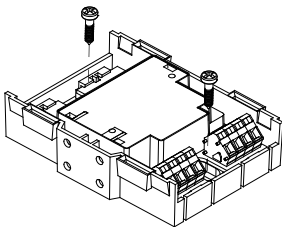

Рис. 2
- непосредственно в шкафу или контрольной панели на ровной поверхности (Рис.2).
2. Закрепите модуль двумя винтами (M4) (Рис.2) Расстояние между отверстиями для установки: 63.5±1.0 мм.